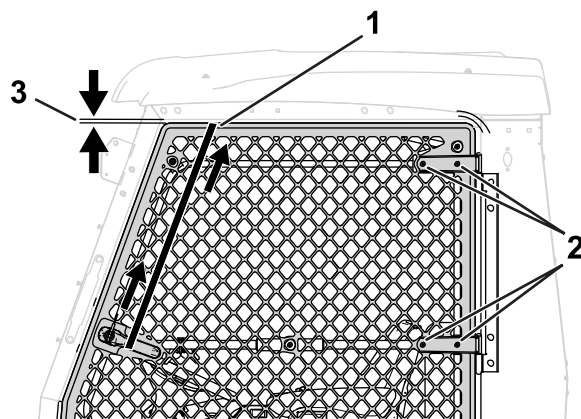

Figura 6
2. Feche a porta e utilize uma cinta de roquete para segurar a porta (Figura 6).
3. Desaperte os quatro parafusos e as quatro porcas da dobradiça da porta (Figura 6).
4. Aperte a cinta de roquete para empurrar a porta para cima (Figura 6).